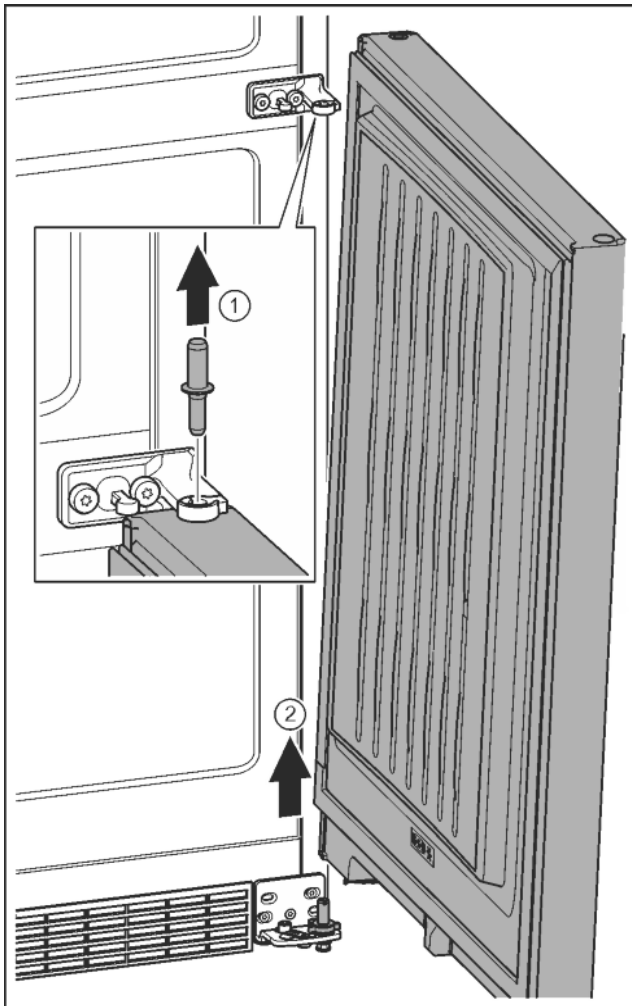

Fig. 12
- ▶ Extrageți în sus boltul. Fig. 12 (1)
- ▶ Pivotați ușa în exterior, trageți în sus și așezați-o în lateral. Fig. 12 (2)